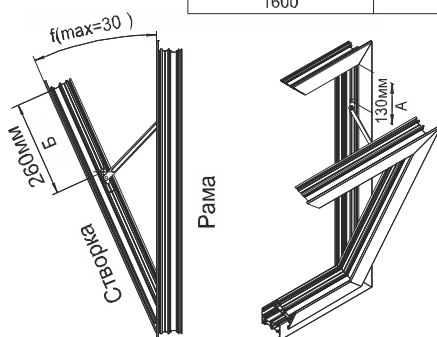
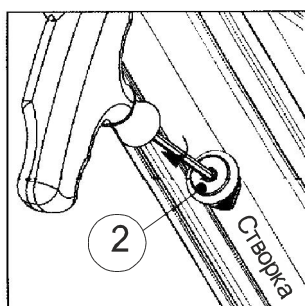
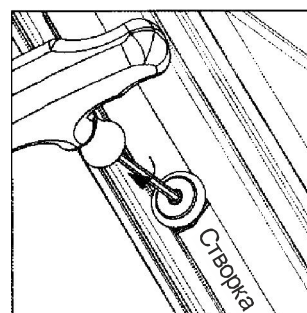

Рис. 1
Рис. 3
Рис. 4
1. Установить Раму со створкой вертикально и приоткрыть створку (рис.1)
3. Вставить обрезиненный ролик (2) в фурнитурный паз створки(рис.3), выдержав расстояний $B=260$ мм (рис.1), повернуть ролик по часовой стрелке и закрепить винтом (рис.4)